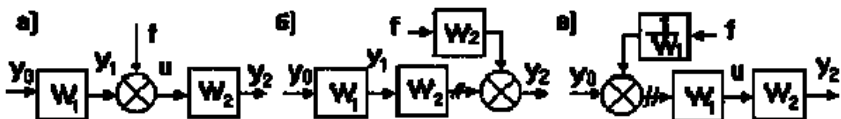

Рис. 24. Перетворення схем при перенесенні суматора
5. При перенесенні суматора через ланку за рухом сигналу необхідно додати ланку з передавальною функцією тієї ланки, через яку переноситься суматор. Якщо суматор переноситься проти руху сигналу, то додається ланка з передавальною функцією, зворотної передавальній функції ланки, через яку переносимо суматор (рис. 24).
Так, з виходу системи на рис. 24, а) знімається сигнал  $y_2 = (f + y_0 W_1) W_2$ .
Такий же сигнал повинен зніматися з виходів систем на рис. 24, б):
і на рис. 24, в):